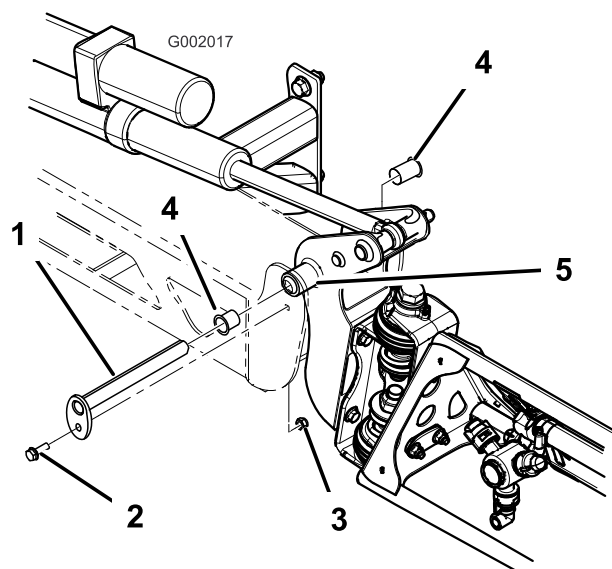

Figura 71
3. Quando il peso della barra è supportato, togliete il bullone e il dado che fissano il perno di articolazione nel gruppo barra (Figura 71). Togliete il perno di articolazione.
5. Togliete le boccole di nylon dal lato frontale e posteriore della staffa orientabile e controllatele (Figura 71). Sostituite le boccole avariate.
7. Montate la barra e la staffa orientabile nel telaio centrale, allineando i fori (Figura 71).